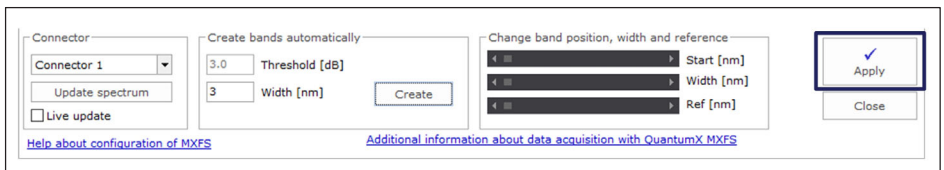

Fig. 4.12 Aplicar las definiciones al dispositivo
► Pulse **Apply** (Aplicar) para transferir los cambios al dispositivo (Fig. 4.12).